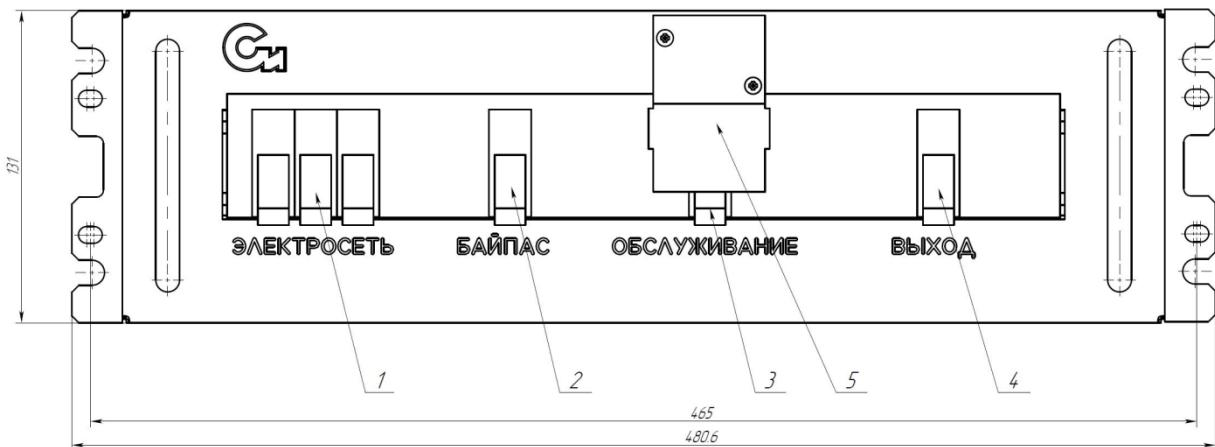
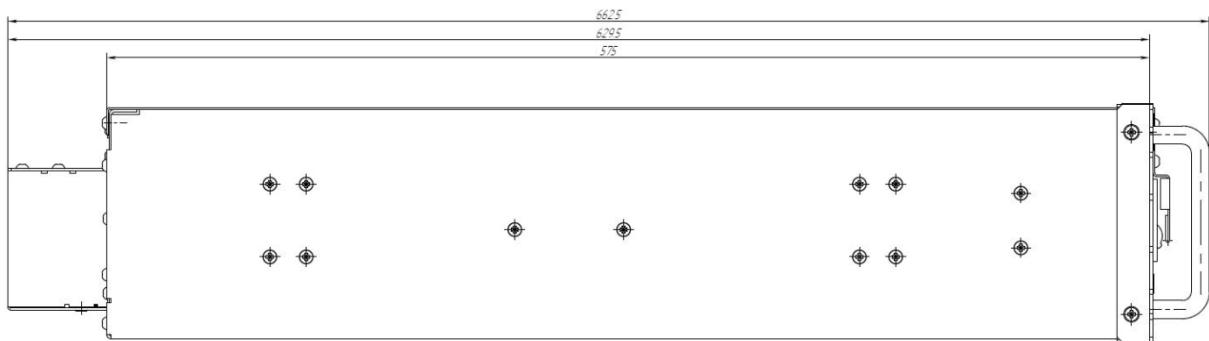

Рис. 1.
Рисунок 3.
2.8 Общий вид и габаритные размеры ББ приведен на рис.1 – рис.3
5.1 Конструктивно ББ выполнен в виде съемного блока (крейта) прямоугольной формы с присоединительными и установочными размерами, соответствующими ГОСТ 28601-90. Общий вид и габариты ББ приведены на рис.1.